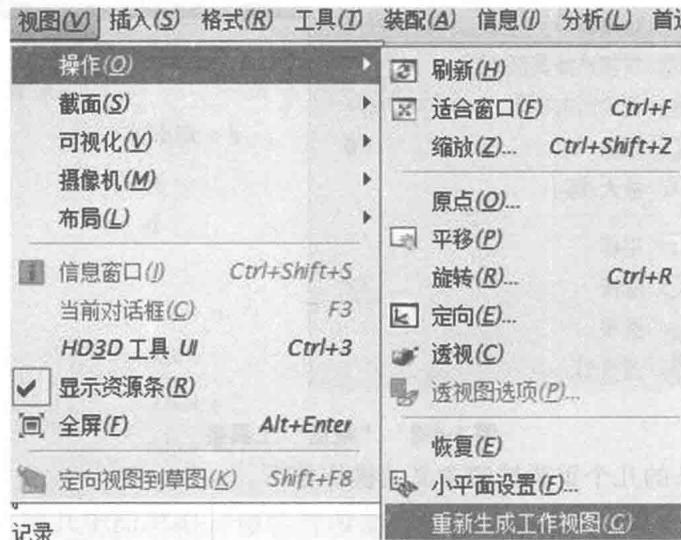

图 1-4-4 “定向视图”级联菜单
② 在绘图区单击鼠标右键，在弹出的菜单中单击“定向视图”，如图 1-4-4 所示的“定向视图”级联菜单。利用该菜单命令可以选择定向视图的类型。